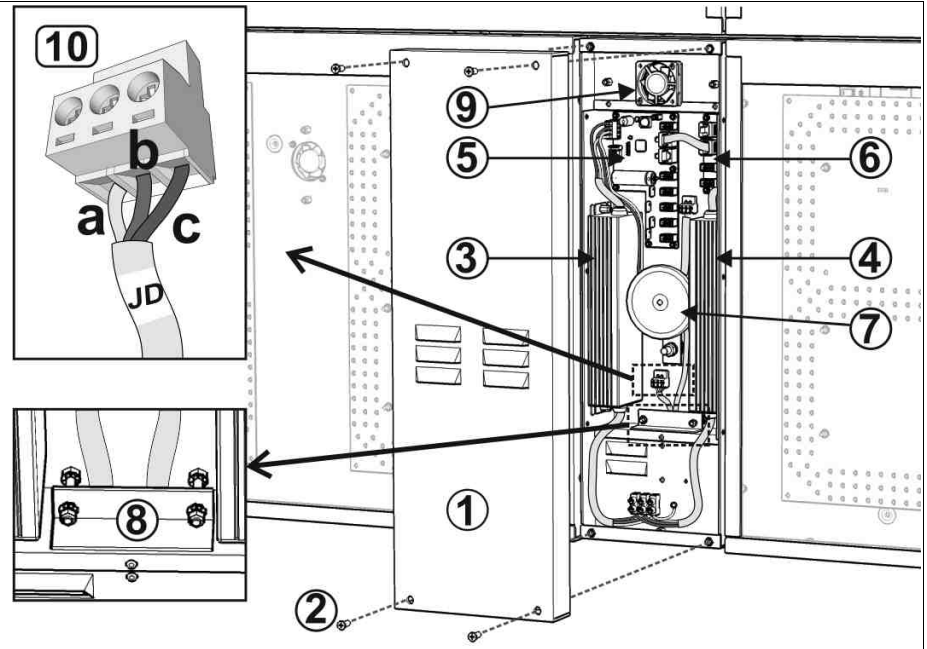

Abb. 11: Innenteil des Moduls POWER SUPPLY
4. Entfernen Sie durch Lösen der 4 Befestigungsschrauben die Frontseite des Moduls **POWER SUPPLY** (siehe Abb. 11).
5. Führen Sie die vorab in die Module eingefügten Module unter der Hupe vorbei und schließen Sie sie an den Steckverbindern der Platinen an, und zwar entsprechend der Anweisungen unten am Modul (Abb. 11 und Abb. 19). Schließen Sie jedes Kabel an einen der Platinenstecker mit der gleichen Kennzeichnung an; zum Beispiel das Kabel mit der Kennzeichnung '**JD**' an einen beliebigen Platinenstecker mit der gleichen Kennzeichnung, nämlich '**JD**'.
6. Zum Blockieren der Kabel die Muttern des Kabelbinders zuschrauben (Abb. 11, Nummer ⑧) und dann das Modul mit der Frontabdeckung wieder schließen.